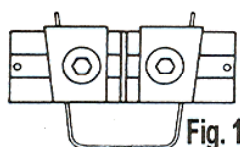

Fig. 1
5. I coltelli devono essere fissati con dei morsetti sulla testa di taglio. Quando i morsetti si trovano in posizione normale possono essere fissati tutti i tipi di coltelli (fig.1).